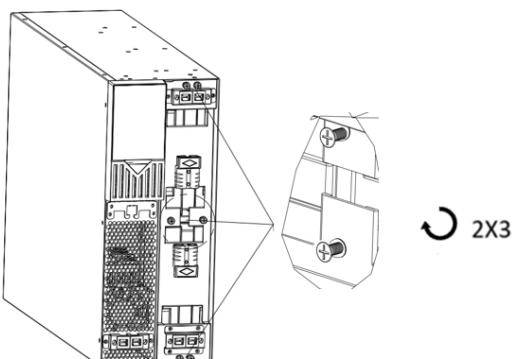

Figure 14
5. Replacez le support de retenue de la batterie (FIG. 14)